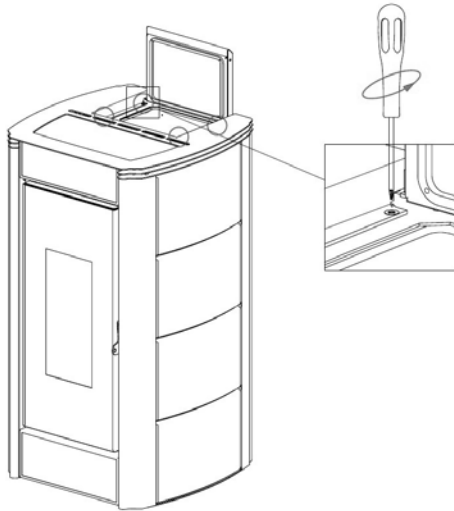

Fig. 34 - Rimozione viti
- Rimuovere il coperchio: svitare le 4 viti superiori (vedi **Fig. 34**).